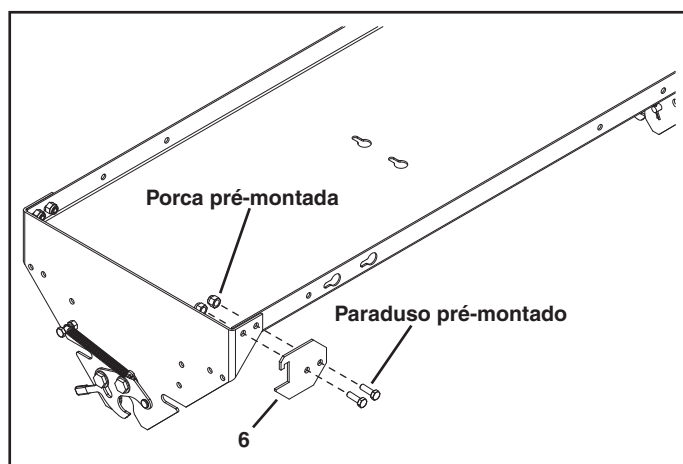

Figura 1
1. Remova os parafusos e as porcas nylock do canto dianteiro direito da bandeja de montagem. Veja figura 1.
2. Fixe o roquete da asa de elevação aos orifícios frontais da bandeja usando os parafusos e porcas retirados no passo 1. Veja figura 1.